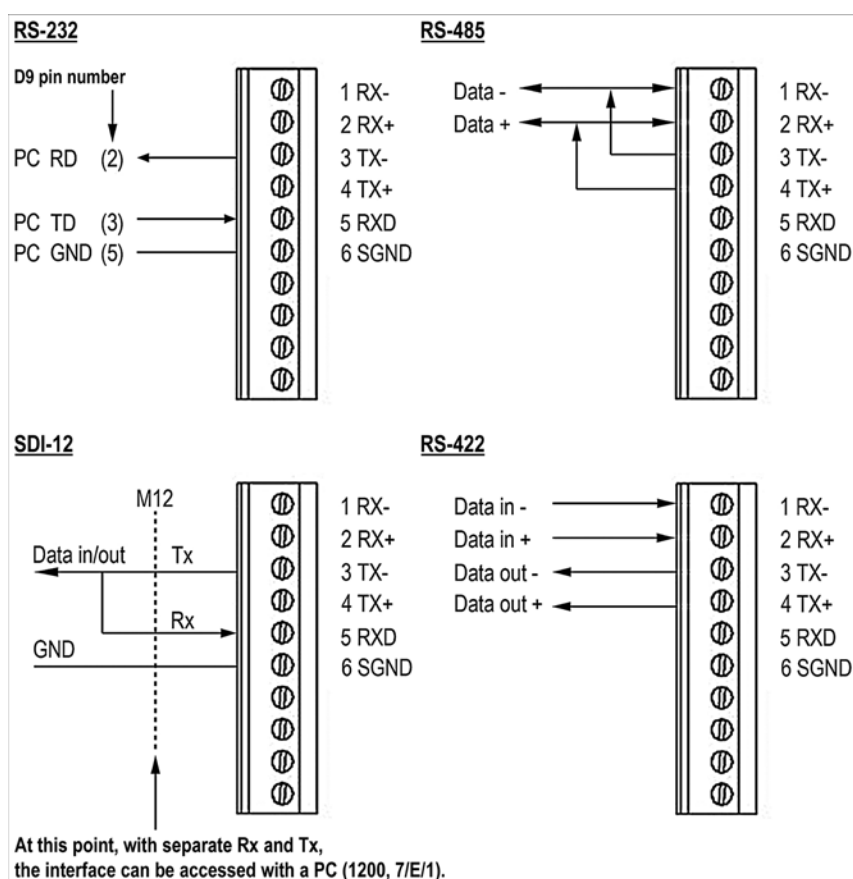

Рис. 25 Интерфейсы передачи данных
- **SDI-12 Основной режим** (M=S, C=1) имеет наименьшее потребление - **0.1 mA**. Обратите внимание что он также может быть использован с RS-232 терминалами (компьютер или эквивалент), смотрите диаграмму подключения SDI-12 на Рис. 25 на стр. 50. В этом случае команды должны быть в формате SDI-12, но никаких специальных сигналов окончания строки не требуется. Режим SDI-12 используется только для опроса.